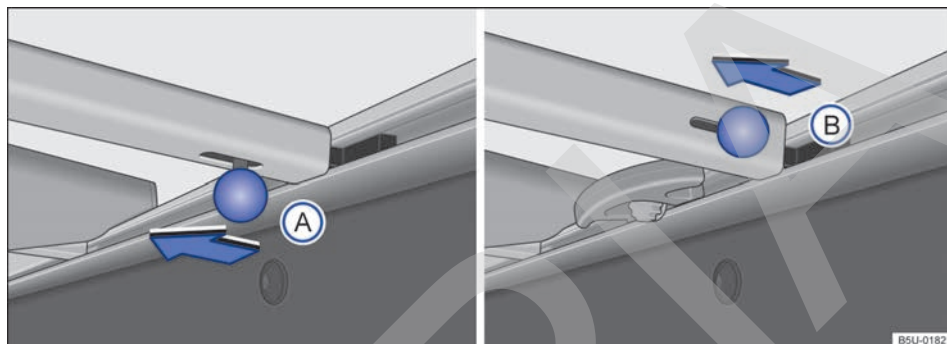
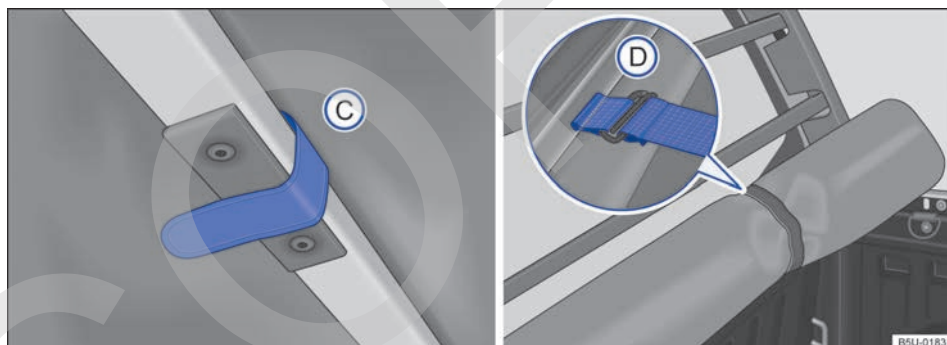

Fig. 35 Los travesaños en el compartimento de carga: (A) vehículos con soportes de amarre fijos, (B) vehículos con soportes de amarre deslizantes.
Fig. 36 En el compartimento de carga: tira de fijación y capota marítima correctamente recogida.
- Para la remoción del tipo (A) o (B), desplazar el perno de bloqueo en el sentido de la flecha ⇒ fig. 35. Para remover el travesaño que está cerca de la luneta, se necesita soltar las tiras de fijación de la capota ⇒ fig. 36 (C).
- Después de recoger totalmente la capota, sujetela con las cintas de fijación (D).